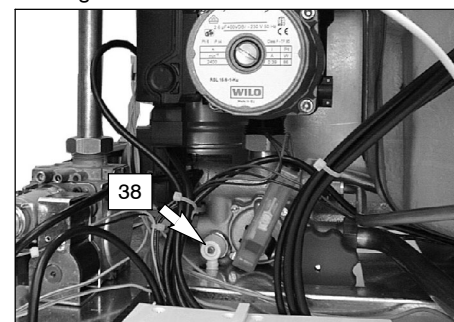

fig. 9.5
- Allentare il rubinetto di svuotamento caldaia 38 in fig. 9.5
- Allentare il raccordo di sfiato del serpentino bollitore 19 in fig. 9.5